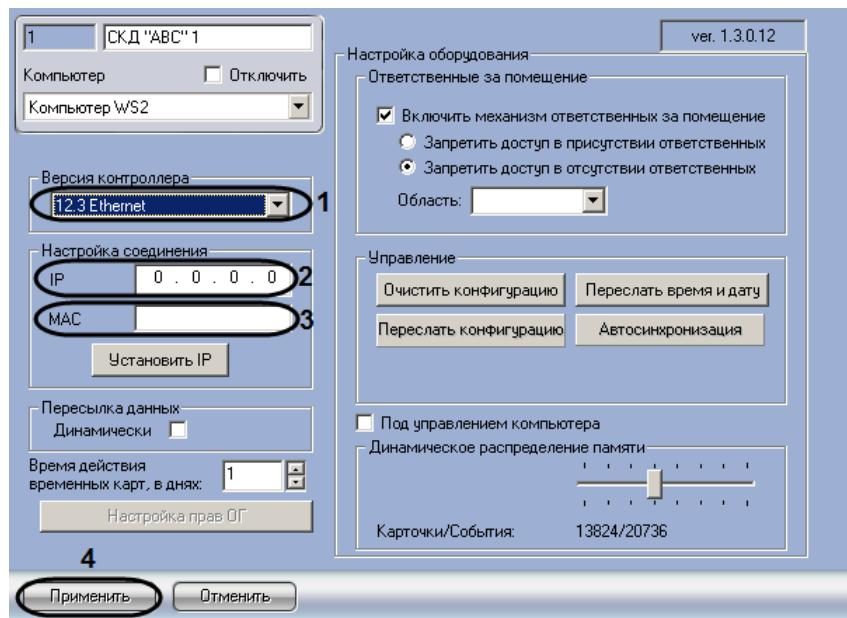

Рис. 3.2—3 Настройка контроллера ABC-E
1. Перейти на панель настройки объекта СКД “ABC” (Рис. 3.2—3).
- 2.2 Выбрать значение **13.3 Ethernet** в случае, если подключен контроллер версии ABC 13.3 (Ethernet) (см. Рис. 3.2—3, 1).